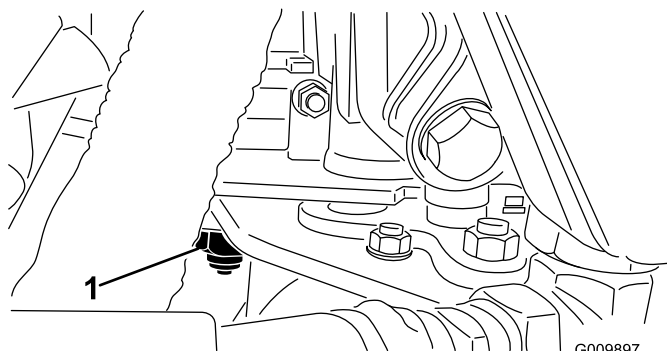

図 51
3. トラクション調整カムのロックナットをゆるめる(図 51)。